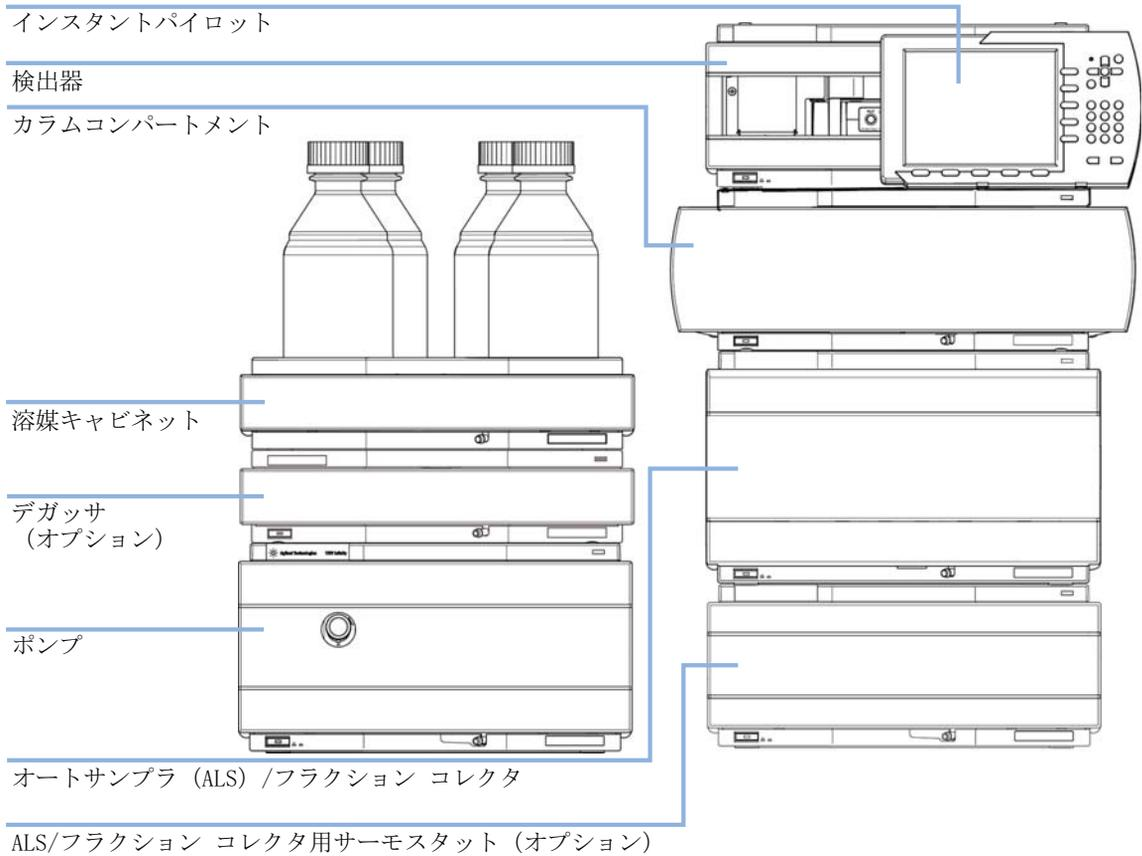
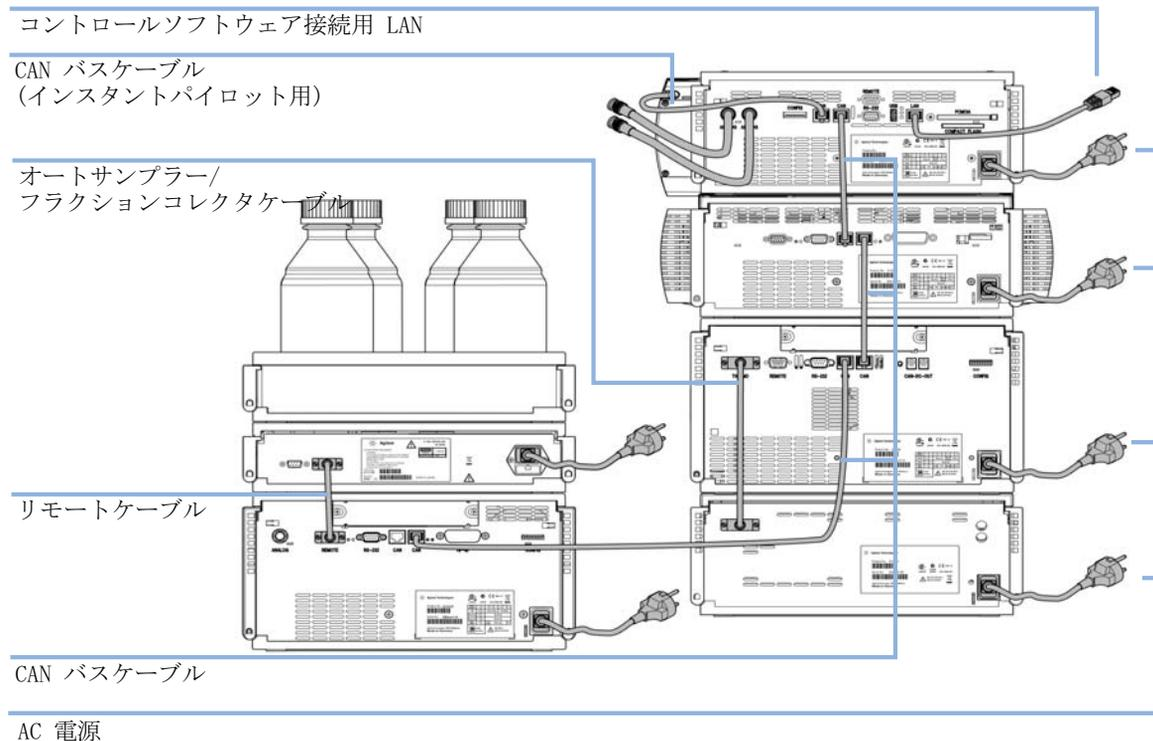
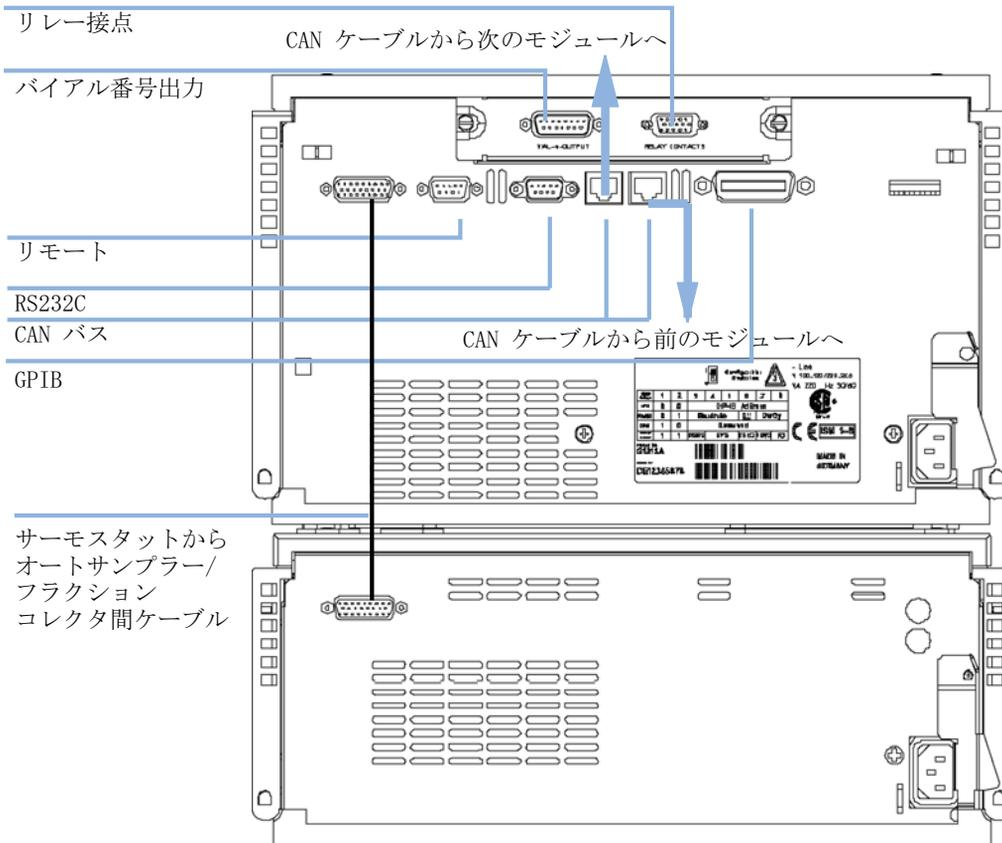

図 3 推奨システム構成 (前面図)
図 4 推奨スタック構成（背面図）
図 9 ケーブル接続
オートサンプラ / フラクション コレクタがシステムに含まれている場合、『19 ページ 図 3』および『20 ページ 図 4』に示す位置のスタックに、オートサンプラ / フラクション コレクタを取り付けることで、最適な性能を確保できます。このコンフィグレーションによってシステムの流路が最適化され、ディレイボリュームを最小限に抑えることができます。オートサンプラ用冷却モジュールは非常に重いので、必ずスタックの下部に取り付けるようにします。
- 5 CAN インタフェースケーブルをシステム内の他のモジュールに接続します（『20 ページ 図 4』と『28 ページ 図 9』を参照）。
- 6 必要であれば、オートサンプラにインタフェース ケーブルおよびコントロール ケーブルを追加で接続します（『20 ページ 図 4』および『28 ページ 図 9』を参照）。詳細については、Agilent 1200 Infinity シリーズ インスタントパイロット、または LC ChemStation のドキュメントを参照してください。
7 必要に応じて追加のケーブルを接続します（『28 ページ 図 9』を参照）。